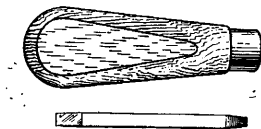

Рис. 24. Отвертка
2) **отвертку** (рис. 24) для отвинчивания и завинчивания винтов; она состоит из **рукоятки** и **лезвия**; широкий конец лезвия служит для отвинчивания (завинчивания) винтов: соединительного, дверцы, пружины дверцы и спусковой скобы, а узкий — для остальных винтов.